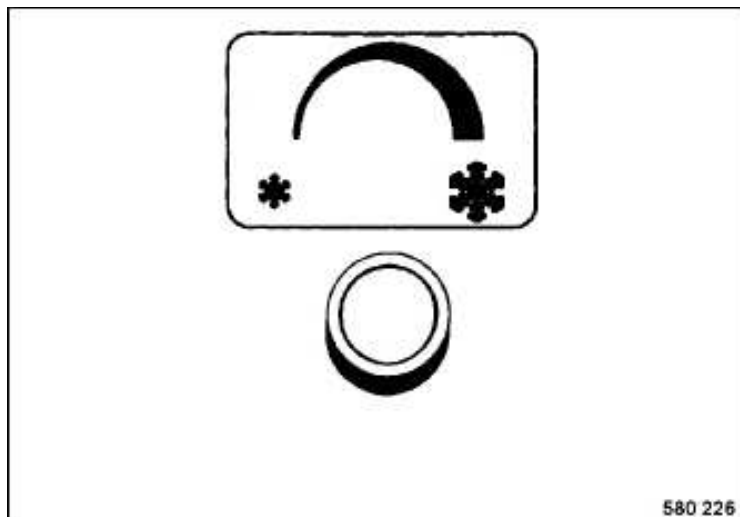

Fig. 117
- Girar el interruptor giratorio termostato 58 (Fig. 117) del sistema de aire acondicionado hacia la derecha. La temperatura del aire de salida baja.